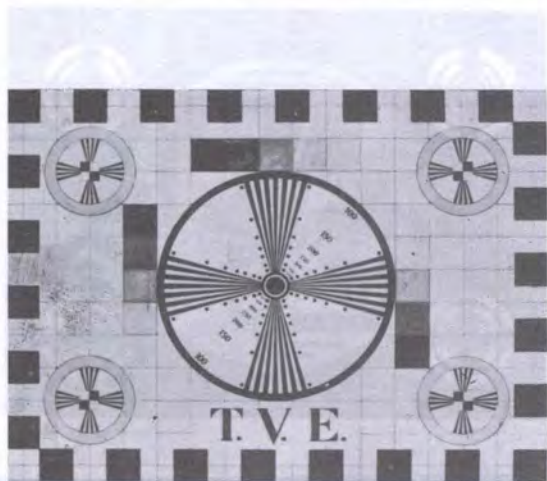

Fig. 3 Se vi apparirà sullo schermo questo monoscopio ricordatevi che esso proviene dalla SPAGNA.
**Fig. 3 -** Questa immagine del Giro di Francia, captata un giorno sul nostro televisore, proveniva addirittura da una emittente spagnola. L'immagine, come ben si vede dalla foto, risultava eccellente.